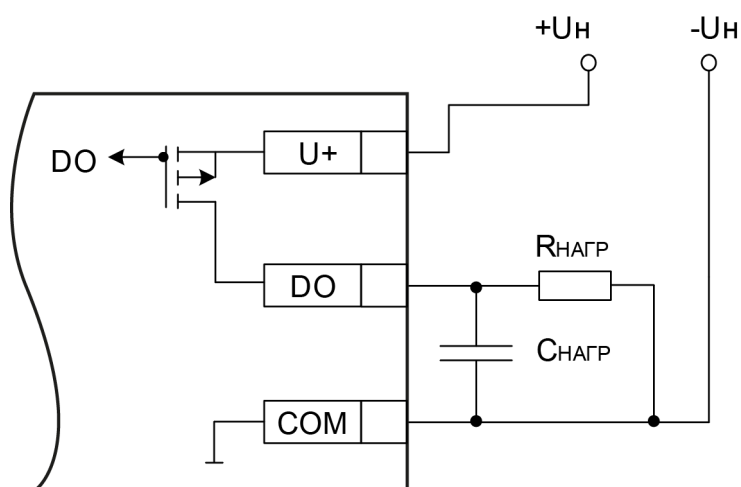

Рисунок 6.2 – Схема подключения нагрузки в режиме включения «верхний ключ»
- верхний ключ (рисунок 6.2) — для коммутации нагрузки с меньшей емкостью и большим током;